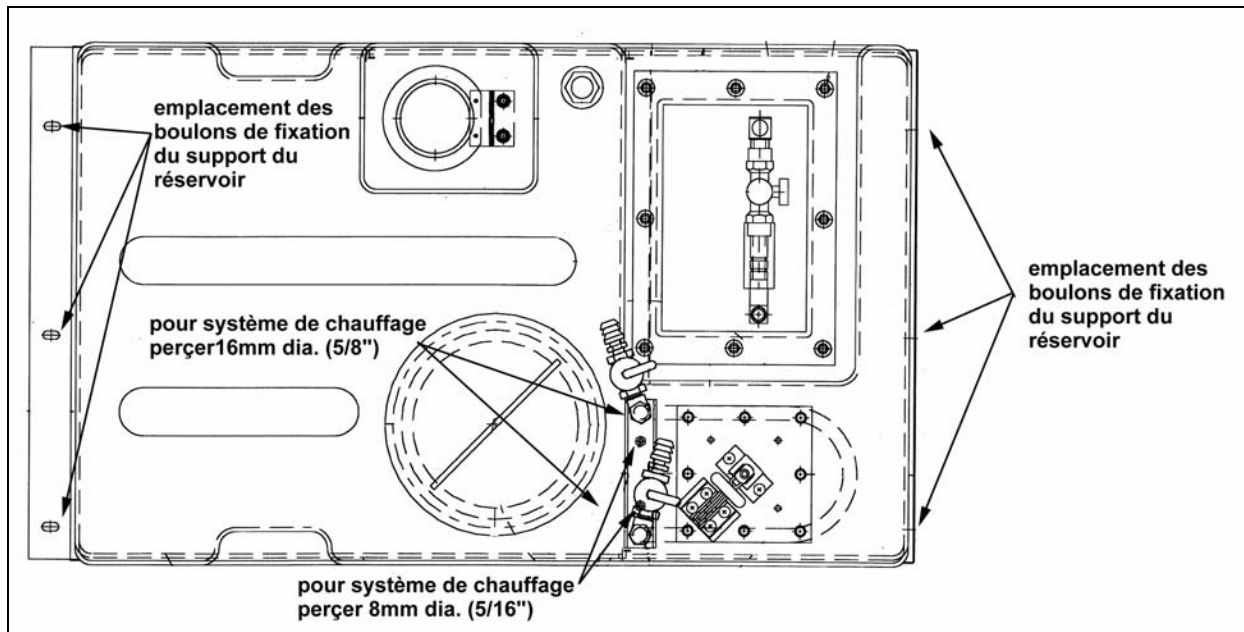

FIGURE 6 : RÉSERVOIR SEPTIQUE
15. Dévisser les 6 boulons du support du réservoir (figure 6) et retirer le réservoir septique par le dessous du véhicule.
20. Si requis, percer 4 trous sur le nouveau réservoir septique afin d'installer le système chauffant. Il y a déjà une empreinte sur le réservoir pour localiser les perçages. Faire 2 trous $\varnothing 8\text{mm}(5/16\text{'})$ et 2 trous $\varnothing 16\text{mm}(5/8\text{'})$ (figure 6).